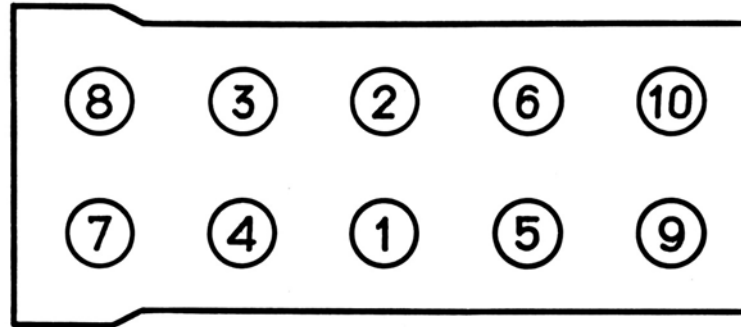

Рис. 3.2.58. Последовательность затяжки болтов крепления головки цилиндров
- затяжка моментом 67,7-80,4 Н·м (6,77-8,04 кгс·м) в последовательности, указанной на рис. 3.2.58;
- доворот болтов на угол 70° - 75° (допускается производить в два приема в последовательности, указанной на рис. 3.2.58).